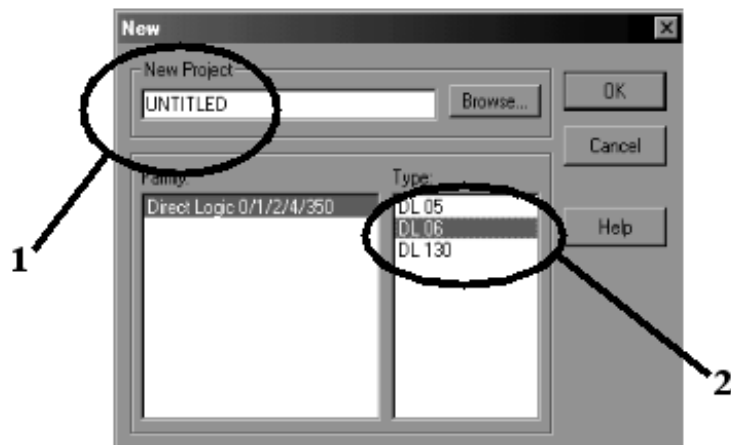

Рис. 5.22.
После запуска программы автоматически выводится окно создания нового проекта (рис. 5.22).
В появившемся окне (см. рис. 5.22) указываются имя проекта (1) и тип контроллера (2). По окончании ввода параметров следует провести подтверждение, нажав кнопку «ОК». После подтверждения появляется собственно само окно программы, которое представляет собой чистое (незаполненное) поле в виде цепей лестничной диаграммы.